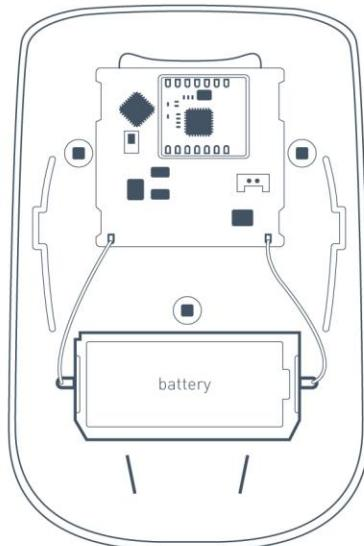

РИС. 5. Вид датчика
6.3 Своевременно заменяйте батареи питания на новые. При разряде батареи датчик передает соответствующий сигнал на центральный блок сигнализации. Когда батарея разряжена, при каждой детекции движения или сработке таймера датчик помимо обычной индикации осуществляет включение и плавное гашение светодиода. Для смены батареи открутите три самореза «3» (РИС. 4) и снимите заднюю крышку датчика. Замените батарею «battery» (РИС. 5) на новую, типа CR123A, соблюдая полярность.